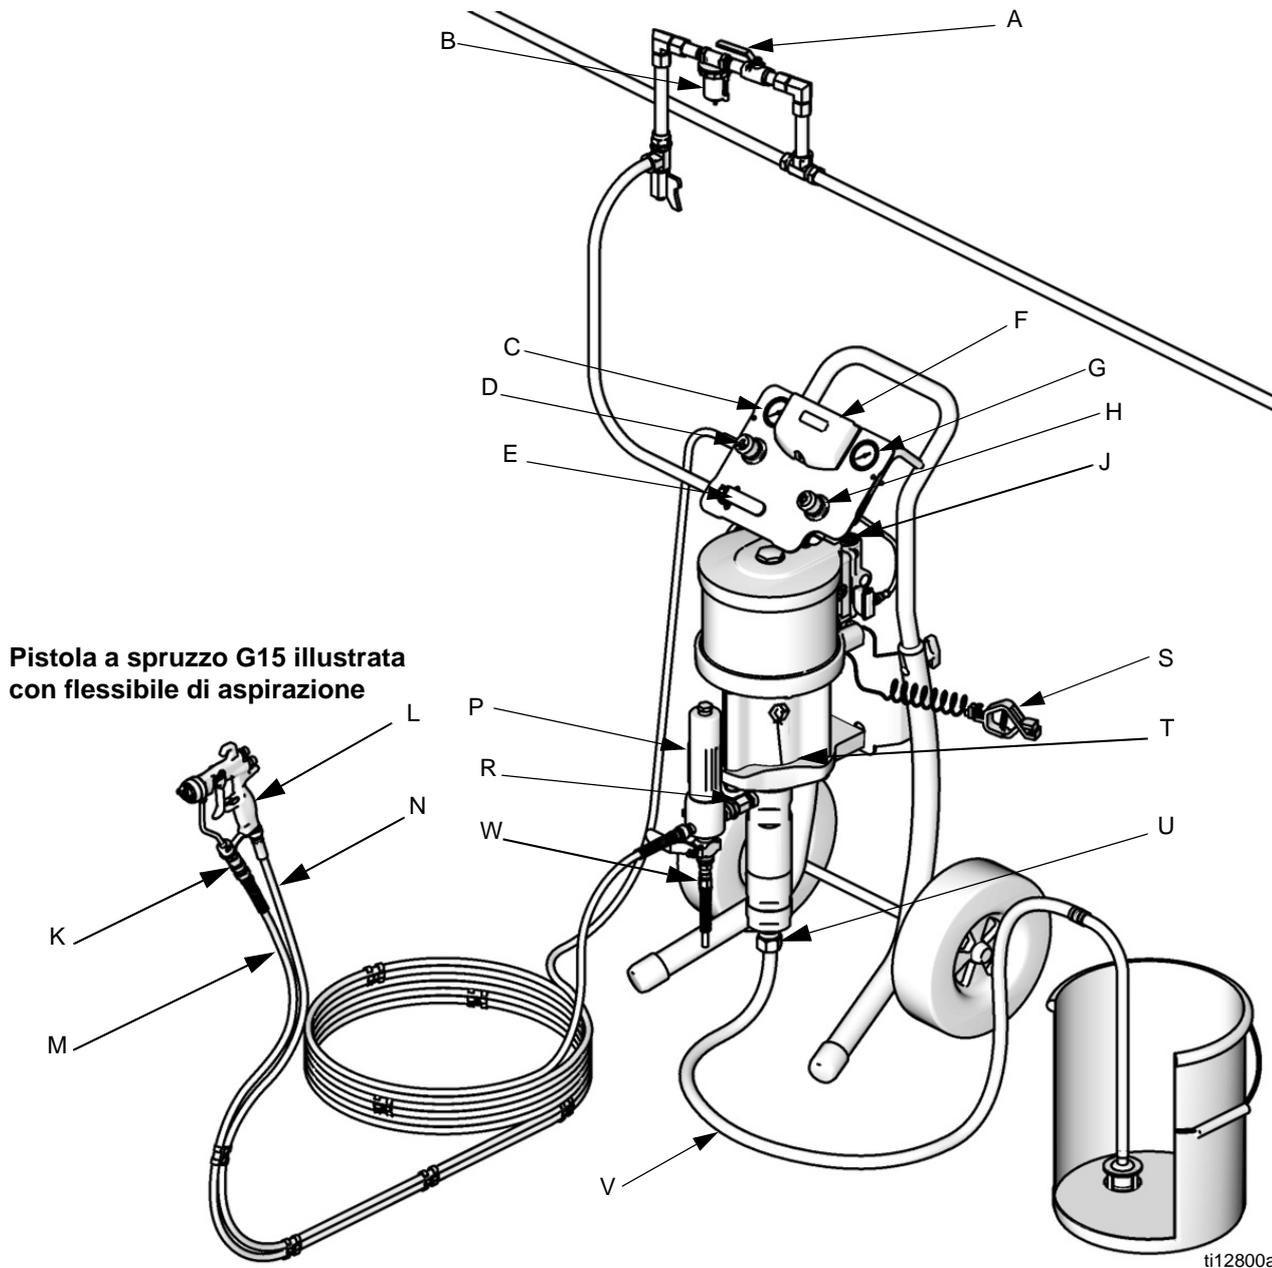

FIG. 1. Installazione tipica (il pacchetto potrebbe non includere tutti gli elementi illustrati).
La FIG. 1 deve essere utilizzata solo come una guida per la selezione e l'installazione dei componenti e accessori del sistema. Contattare il distributore Graco per l'assistenza nella progettazione di un sistema adatto alle proprie necessità specifiche.
Vedere FIG. 1. **I componenti variano in base al pacchetto ordinato.** Vedere le tabelle a pagina da 7 a 15. Il pacchetto può includere:
Installare i seguenti accessori nell'ordine indicato in FIG. 1, utilizzando, se necessario, gli adattatori.
1. Vedere FIG. 1. Collegare l'estremità del flessibile blu (M) del fluido all'uscita (R) della pompa o del filtro (P).
2. Collegare un'estremità del flessibile dell'aria (N) al regolatore dell'aria della pistola (D).
3. Collegare l'altra estremità del flessibile dell'aria (N) all'ingresso aria posto alla base della pistola (L).
4. Collegare il raccordo girevole (K) della pistola all'ingresso del fluido della pistola.
5. Collegare l'altra estremità del flessibile blu (M) del fluido al raccordo girevole della pistola (K).
2. Vedere FIG. 1. Disattivare la valvola dell'aria principale del tipo a spurgo (D).
1. Vedere FIG. 1. Bloccare il grilletto della pistola. Rimuovere la protezione dell'ugello e l'ugello di spruzzatura dalla pistola (L). Fare riferimento al manuale della pistola.
2. Chiudere il regolatore aria della pistola (D) e il regolatore aria della pompa (H) ruotando le manopole in senso antiorario, abbassando la pressione a zero. Chiudere le valvole aria del tipo a spurgo (E). Verificare, inoltre, che tutte le valvole di scarico siano chiuse.
3. Collegare la linea dell'aria alla valvola aria del tipo a spurgo (D).
6. Mantenere una parte metallica della pistola (L) a contatto con il lato di un secchio metallico messo a terra, sbloccare il grilletto e tenerlo aperto.
8. Aprire la valvola dell'aria del tipo a spurgo (E). Ruotare lentamente in senso orario il regolatore (H) aria della pompa aumentando la pressione fino all'avvio della pompa.